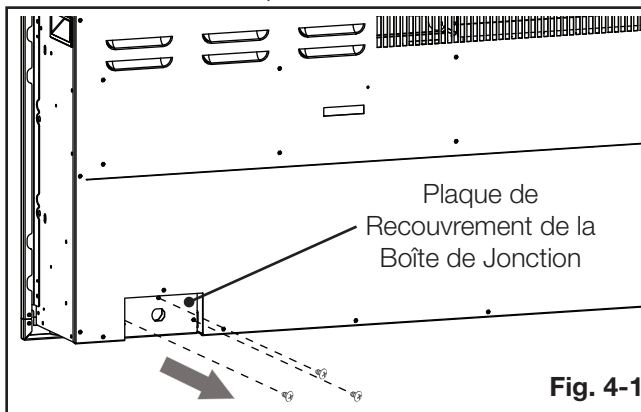

Fig. 4-1
- Retirez les 3 vis de retenues de la plaque de recouvrement de la boîte de jonction, située sur le côté gauche inférieur de l'appareil (**Fig. 4-1**).